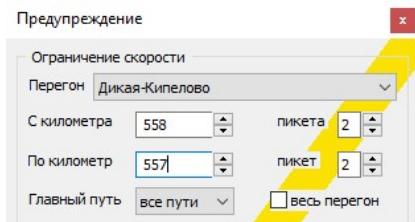

Рис.169. Ввод пикетажа.
7. В поля «С километра», «пикета» ввести километр пикет начала действия предупреждения (см. рис. 169).
8. В поля «По километру», «пикет» ввести километр пикет окончания действия предупреждения (см. рис. 169).